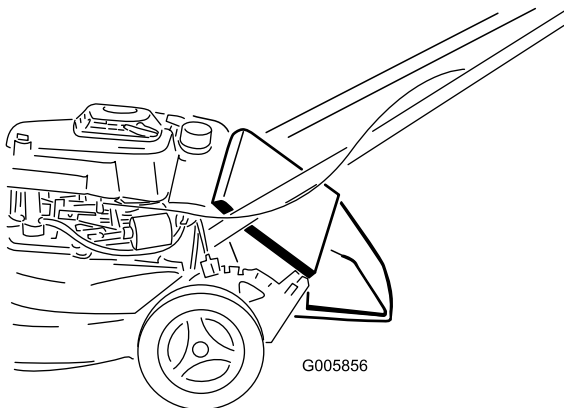

Figura 2
4. Baje la puerta trasera (Figura 2).